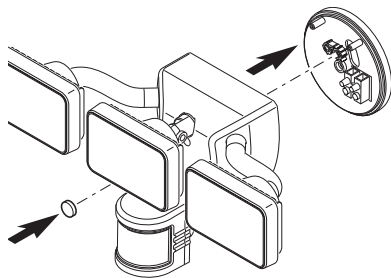

Figura 5
- Apriete bien el tornillo de montaje teniendo cuidado de no apretarlo demasiado (vea la Figura 5).
- Empuje el tapón de plástico firmemente en el orificio del perno de montaje de la lámpara (vea la Figura 5).